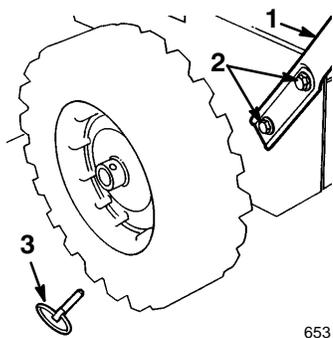

Abbildung 2
2. Die Achzapfen an beiden Rädern entfernen (Abb. 2) und die Räder ungefähr 2,54 cm (1") auf der Achse nach außen schieben.
5. Den linken Griff mit zwei Kopfschrauben und Spanscheiben mit der Hand befestigen (Abb. 2).